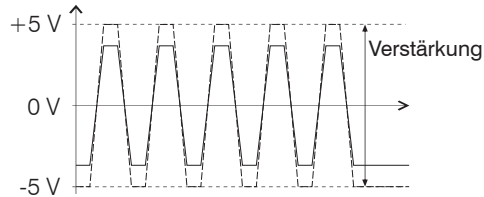

Abb. 15 Ausgangssignal am Controller, optimale Verstärkung
- ➡ Stellen Sie mit dem Potentiometer „Gain“ die gewünschte Ausgangsspannung für den vollen Messbereich ein (± 5 V), siehe Abb. 15.